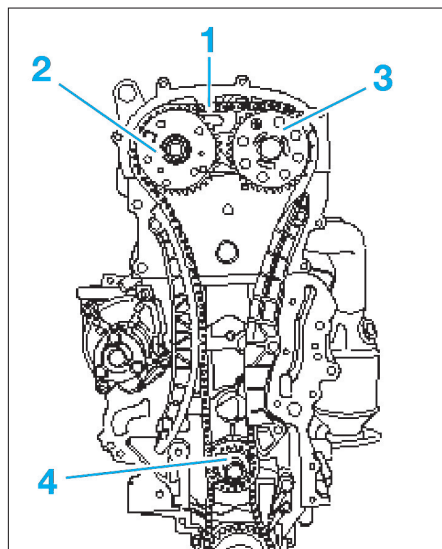

Fig. 14
- Mettre en place la chaîne de distribution (1) sur le pignon de chaîne de vilebrequin (4) et sur le pignon de chaîne de l'arbre à cames d'échappement (3), puis visser à la main le variateur de calage d'arbre à cames (2) avec une vis de fixation neuve (Fig.14).
- Tenir compte du repère du sens de rotation sur la chaîne de distribution (1).